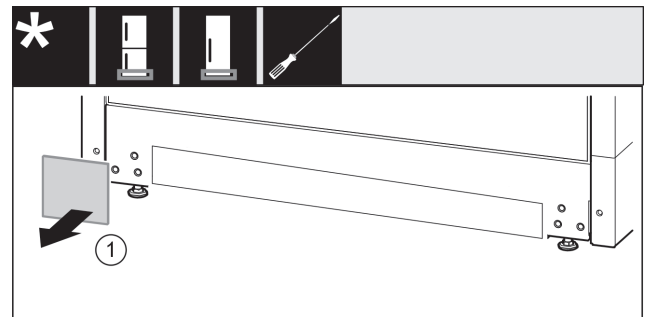

Fig. 14
- ▶ Abdeckung Fig. 14 (1) abnehmen.